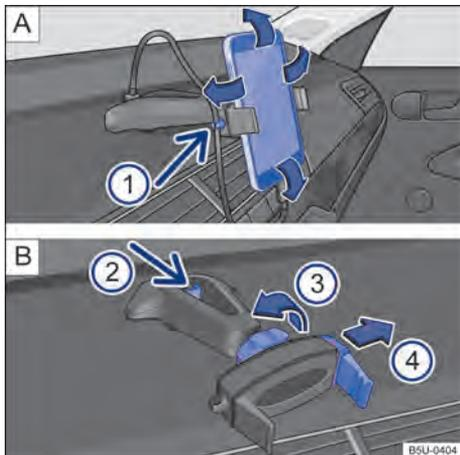

Fig. 188 En la consola central: soporte para smartphone y ajustes.
- Sujetar el soporte con una mano y presionar la tecla de desbloqueo → fig. 188 [B] ② (flecha).
- Con la varilla → fig. 188 [B] ④ mover en la dirección de la flecha e instalar el smartphone en el alojamiento.
- Con la otra mano mover la varilla → fig. 188 [B] ④ hasta que se pueda retirar el aparato del alojamiento.
- Colocar el cable USB en la entrada del cargador USB del soporte existente en el panel de instrumentos → fig. 188 [A].
- Sujetar el cable en el soporte → fig. 188 [A] ①.
- Para liberar el movimiento del soporte, girar la traba → fig. 188 [B] ③ en la dirección opuesta de la flecha.
- Para fijar la posición, girar la traba en el sentido de la flecha ③ → fig. 188 [B] hasta la fijación completa del soporte.
ℹ️ El soporte para smartphone tiene una garantía de 3 años, con excepción de la varilla deslizante (garra) → fig. 188 **B** (4) que tiene garantía de 1 año.